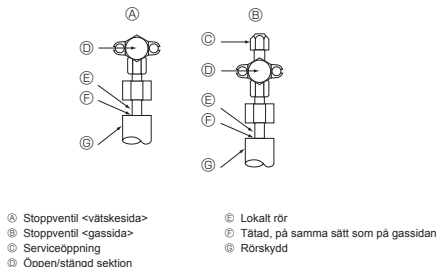

Fig. 5-4
5.4. Provmetod för att kontrollera om köldmedelsrören är lufttåta (Fig. 5-4)
- Om trycket minskar i steg (2) eller (3), finns det en gasläcka. Leta efter orsaken till denna gasläcka.